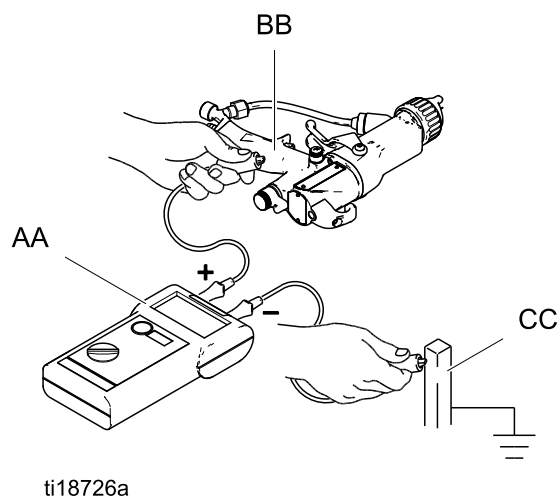

Figure 16 De elektrische aarding controleren
De megaohmmeter met onderdeelnummer 241079 (AA, zie Afb. 16) is niet goedgekeurd voor gebruik op een plaats met explosiegevaar. Om het risico van vonken te verminderen, mag de megaohmmeter niet gebruikt worden om de elektrische aarding te controleren, tenzij de volgende voorzorgsmaatregelen zijn genomen:
2. Zet de ES aan/uit-schakelaar op UIT (O).
5. Zorg dat de geaarde luchtslang (AH) is aangesloten en dat de aarddraad van de slang is aangesloten op een goed aardpunt.
6. Meet de weerstand tussen de pistoolhandgreep (BB) en een goed aardpunt (CC). Gebruik een meetspanning tussen 500 en maximaal 1000 volt. De weerstand mag niet meer dan 1 megaohm zijn. Zie Afb. 16.